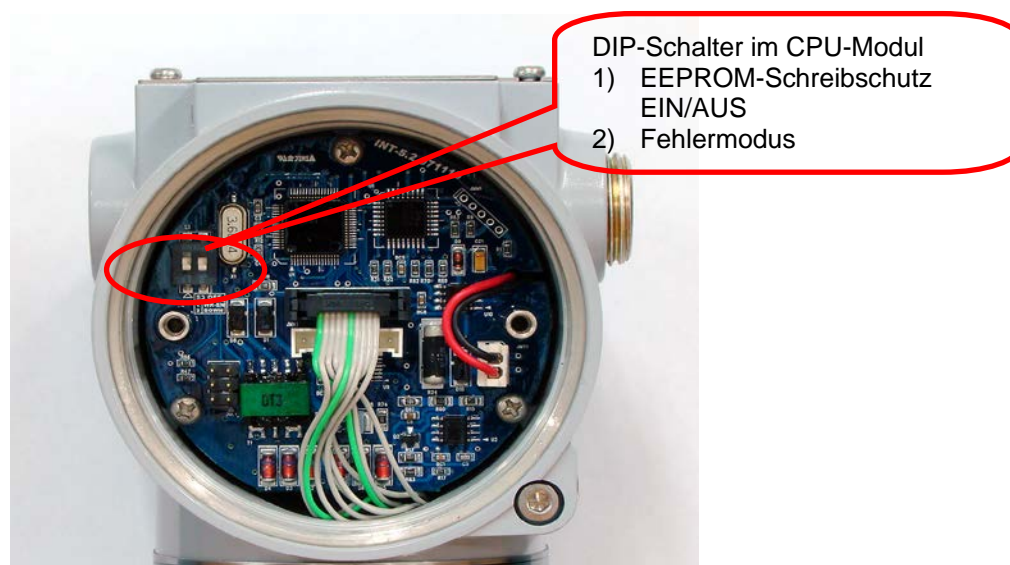

Abbildung 5-3: Fehlermodus- und EEPROM-WRITE DIP-Schalter im CPU-Modul
Zur Speicherung unterschiedlicher Konfigurationsvariablen im PAS im Falle eines Stromausfalls ist ein EEPROM (Electrically Erasable Programmable ROM = elektrisch löschbarer und programmierbarer Nur-Lese-Speicher) vorgesehen. Zum Verriegeln der Gerätekonfiguration und zum Schutz gegen gespeicherte Datenänderungen kann man ein HART®-Handterminal oder ein externes HART®-PC einsetzen und damit eine im Statusmenü befindlicher Einstellung zur Aktivierung solcher Verriegelung vornehmen. Optional steht hardwareseitig zum Schreibschutz im CPU-Modul ein DIP-Schalter (1) (neben DIP-Schalter „2“ zur Einstellung Fehlermodus) zur Verfügung. Wird der DIP-Schalter in Position „UP“ (oben) eingestellt, kann der Benutzer keine Konfigurationsänderung der bereits in EEPROM gespeicherten Daten anhand Drucktasten und/oder HART®-Handterminal vornehmen. Wird der DIP-Schalter (1) in Position „DOWN“ (unten) eingestellt, kann der Benutzer Änderungen der bereits in EEPROM gespeicherten Daten vornehmen. Die Werkseinstellung vor Auslieferung ist auf "EN" (Konfigurationsänderung „aktiviert“) gesetzt. (Siehe Abbildung 5-3.)
<div data-bbox="252 1648 379 1765">NOTE</div> <div data-bbox="252 1796 360 1825">Hinweis</div>	<p>DIP-Schalter (1) links in Abbildung 5-3 ist für die Auswahl WRITE aktiviert/deaktiviert. DIP-Schalter (2) rechts in Abbildung 5-3 ist für Fehlermodus</p>